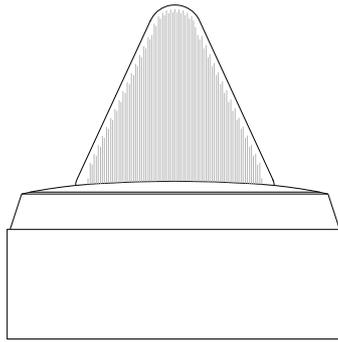

Рисунок 1-Лампа КЛ-7.1Д при установке на монтажную коробку
5.2 Установка лампы КЛ-7.1Д производится двумя способами. При накладном креплении лампа КЛ-7.1Д должна устанавливаться на коробку накладного монтажа высотой 26мм (рисунок 1), при врезном креплении может быть использован любой стандартный подрозетник. К монтажной коробке или подрозетнику лампа КЛ -7.1Д крепится за основание двумя входящими в комплект шурупами. Провода кабеля подключите к разъему на лампе в соответствии со схемой соединений (Рисунок 3).